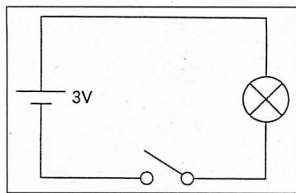

図 1
- ①製作の準備……4つ穴基板や電池ボックス・電球・スイッチを10cm四方程度の台に仮固定
- ②STEP 1 : スイッチを入れると豆電球が点灯する回路の製作(図1、2)